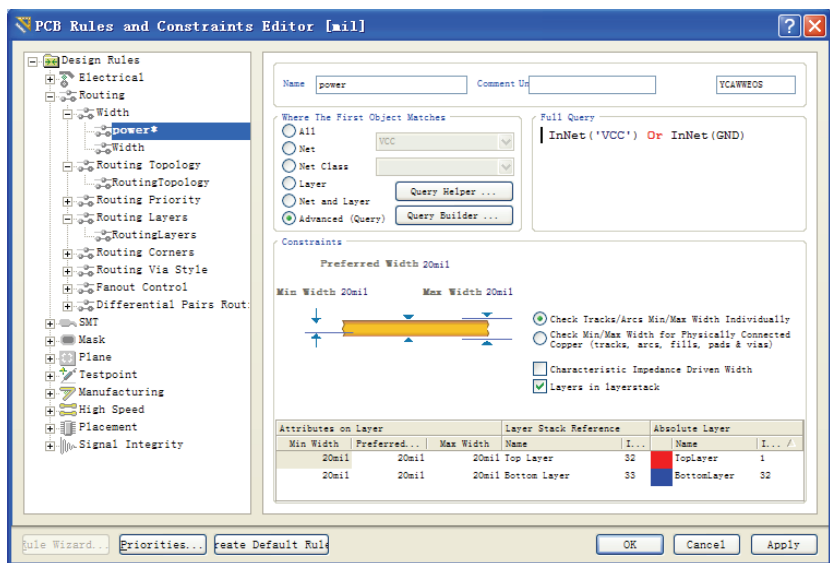
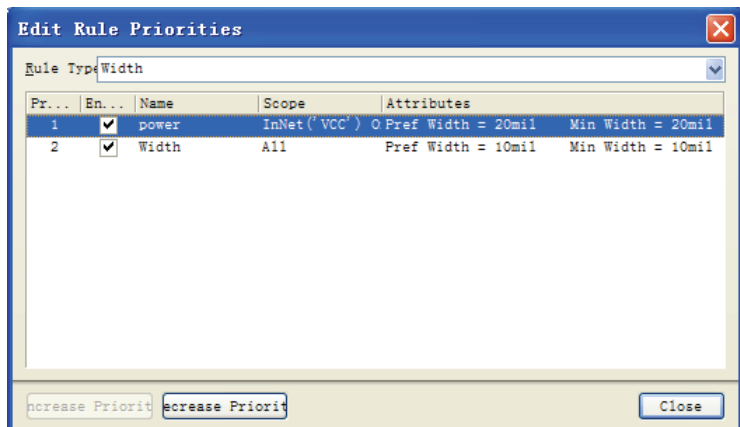

图 11-41 电源布线宽度设置对话框
图 11-42 编辑规则优先权对话框
(6) 如果没有错误,单击 关闭结果信息,否则系统给予提示,应予修改。
(7) 结束约束选项设置:单击 按钮,关闭“Query Helper”对话框,在“Full Query”单元的范围更新为如图 11-41 所示的新内容。
(8) 设置优先权:通过以上的规则设置,在对整个电路板进行布线时就有名称分别为 Power 和 Width 的两个约束规则,因此,必须设置二者的优先权,决定布线时约束规则使用的顺序。
单击图 11-41 中的优先权 **Priorities...** 按钮，弹出如图 11-42 所示的编辑规则优先权对话框。对话框中显示了规则类型（Rule Type）、规则优先权、范围和属性等，优先权的设置通过提高优先权（Increase Priorities）按钮和降低优先权（Decrease Priorities）按钮实现。一般来说，导线较宽的先布线，所以电源线排在前面。